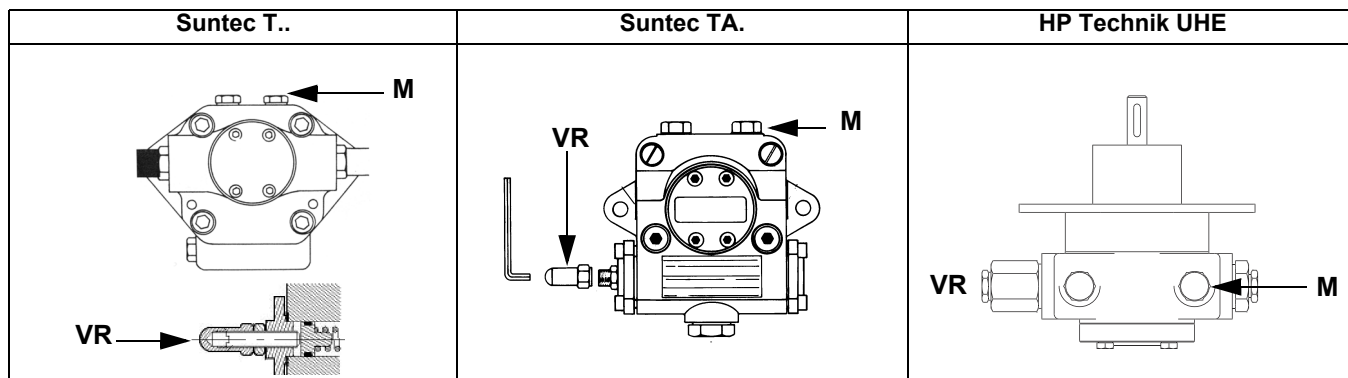
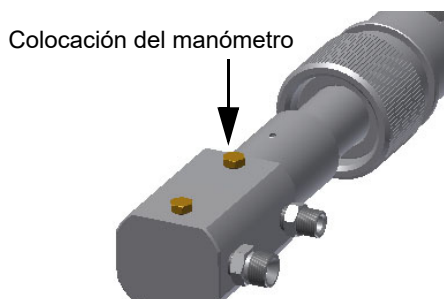

Fig. 4
Fig. 5
- 3 purgar el aire de la conexión (**M**) manómetro de la bomba (Fig. 4), aflojando levemente el tapón, sin quitarlo; luego soltar el contactor;
- 5 La presión de alimentación de la boquilla ya es previamente calibrada en fábrica y no debe ser modificada. Sólo si fuera necesario, regular la presión de alimentación (véase apartado correspondiente) de la siguiente manera: colocar un manómetro en la posición indicada en Fig. 5 intervenir en el tornillo de regulación **VR** de la bomba (véase Fig. 4) hasta obtener una presión en la boquilla igual a 20 bar (boquillas Monarch o boquillas Bergonzo – véanse gráficos en pag. 43-34)
- 2 Desenroscar los tornillos 1, 2, 3, 4 con la llave de macho hexagonal núm. 3, y retirar la tapa del filtro 5 (Fig. 5).